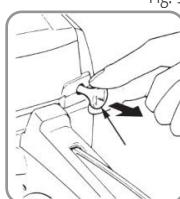

Fig. 9
3. Tire del mando del estárter a la posición cerrada (Fig. 9). Presione de 5 a 8 veces hasta que la bomba de cebado se llene de combustible.